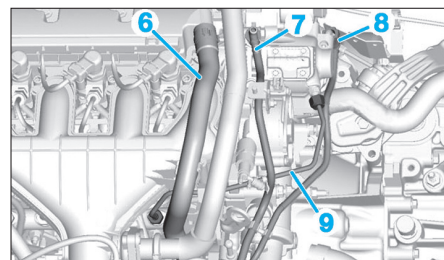

Fig. 32
- la durit (6) (Fig.32) du système d'admission